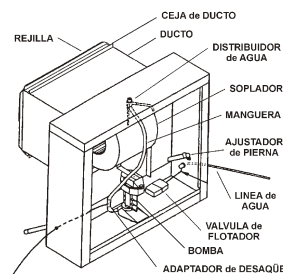

Fig. 1
**Cuidadosamente lea los contenidos de este manual y revise los planos del enfriador (Fig. 1 y 2) para que usted se familiarize con las varias partes antes de comenzar el proceso de instalación.**